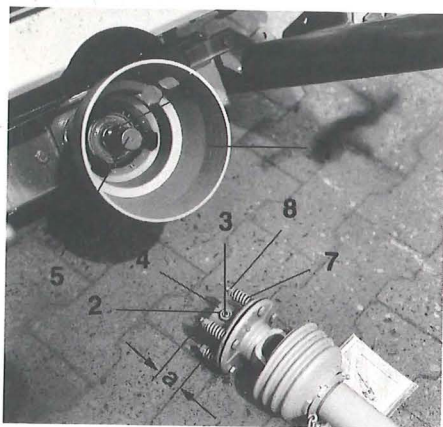

Fig. 10.13
- "Afschermtrechter voor kruisstuk aftakas" (fig.10.13/1) op houder schuiven en aandrijfhals afschuiven en inrusten.
- Kontra-moer (fig. 10.13/2) losmaken en bout (fig.10.13/3) zover eruit draaien.
- Aansluitflens (10.13/4) met vet op ingaande aandrijf-as (fig.10.13/5) opsteken.
- De speciaal-aftakas tegen axiaal verschuiven borgen. Hiertoe draadbout met binnenzeskant sleutel vast aandraaien en met moer (fig.10.13/2) borgen.
2. Veren (fig.10.13/7), door het losdraaien van de moeren, (fig. 10.13/8), ontlasten.